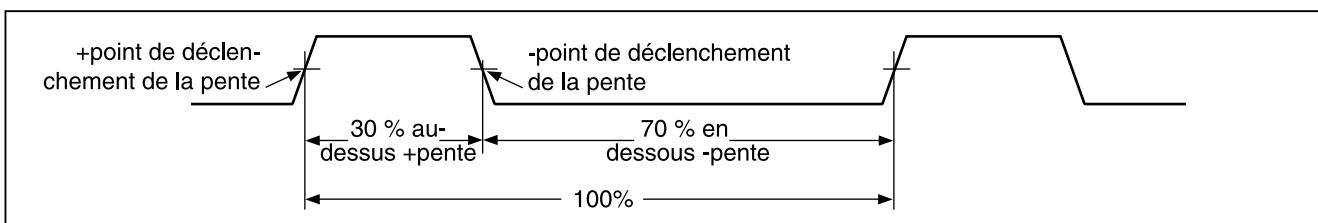

Figure 9. Composants des mesures de rapport cyclique
Pour mesurer la fréquence, branchez le multimètre à la source du signal et appuyez sur  Hz %. La pression de  permet de basculer la pente du déclenchement entre + et - comme l'indique le symbole à gauche de l'affichage (reportez-vous à la figure 9 sous « Mesures de rapport cyclique »). La pression de  AutoHOLD permet d'arrêter et de démarrer le compteur.
Le rapport cyclique (ou facteur de forme) indique le pourcentage du nombre de fois qu'un signal est au-dessus ou en dessous d'un niveau de déclenchement pendant un cycle (Figure 9). Le mode de rapport cyclique est optimisé pour mesurer les intervalles actifs ou inactifs des signaux de commutation ou des signaux logiques. Les systèmes d'injection électronique de carburant et les alimentations à découpage notamment sont contrôlées par des impulsions de largeur variables qui peuvent être vérifiées par une mesure de rapport cyclique.
2. Appuyez sur  une deuxième fois pour mesurer le rapport cyclique du signal. Appuyez sur  pour mesurer l'impulsion négative ou positive du signal, reportez-vous à la figure 9.